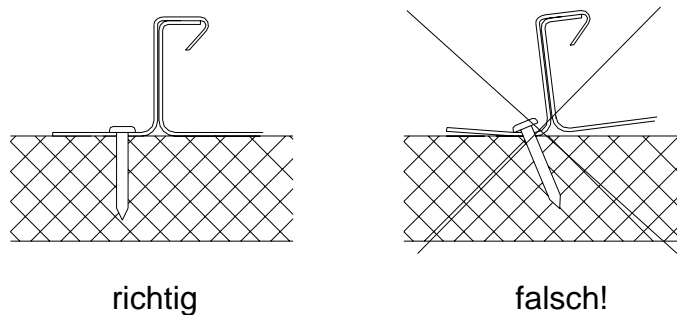

Abb. 3: Setzen der Haftennägeln
- Beim Befestigen der Haftnägeln ist darauf zu achten, dass die Nägel oder Schrauben senkrecht in den Haft eingebracht werden (Abb. 3)